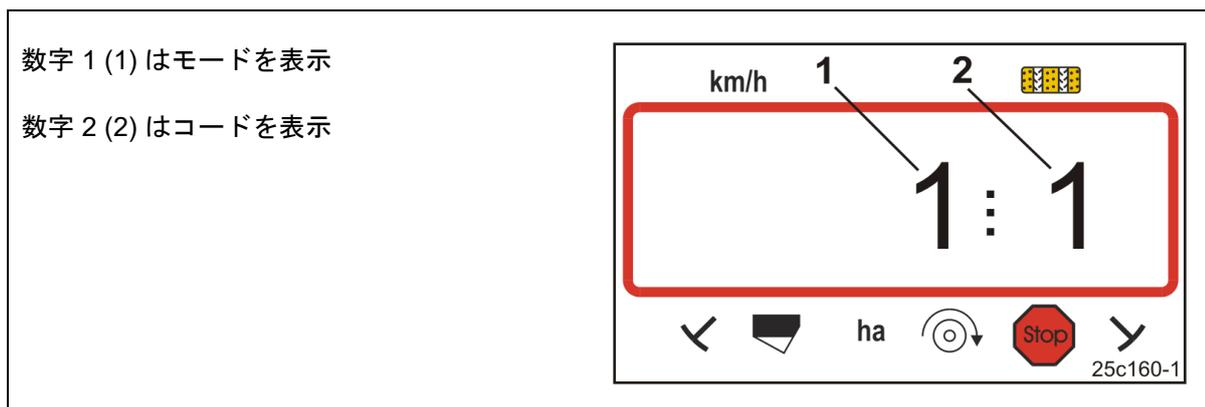

図 14
操作端末は、コード化された機械データの入力を必要とします（図 14 を参照）。
- モード 1 を開きます（図 14 を参照）。